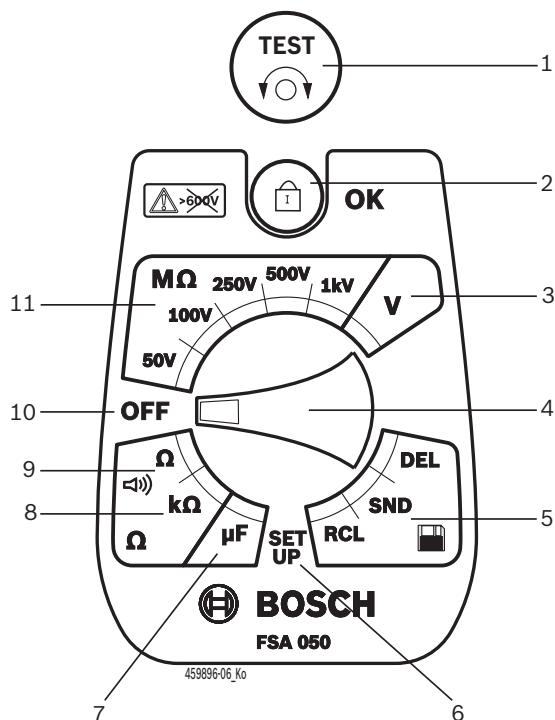

Fig. 2: Interruptor rotativo/teclas
- Coloque o interruptor rotativo em <SETUP> (Fig. 2, pos. 6).
- Prima <TEST> (Fig. 2, pos. 1) durante cerca de dois segundos.
- Prima </OK> para memorizar o valor desejado (Fig. 2, pos. 2).